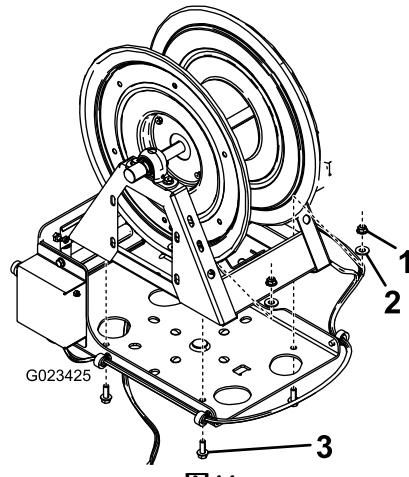

图11
5. 使用 4 个螺栓 (3/8~16 英寸)、4 个垫圈 (7/16 英寸) 和 4 个凸缘螺母 (3/8~16 英寸) 将软管卷固定在转盘上, 如图11 中所示。